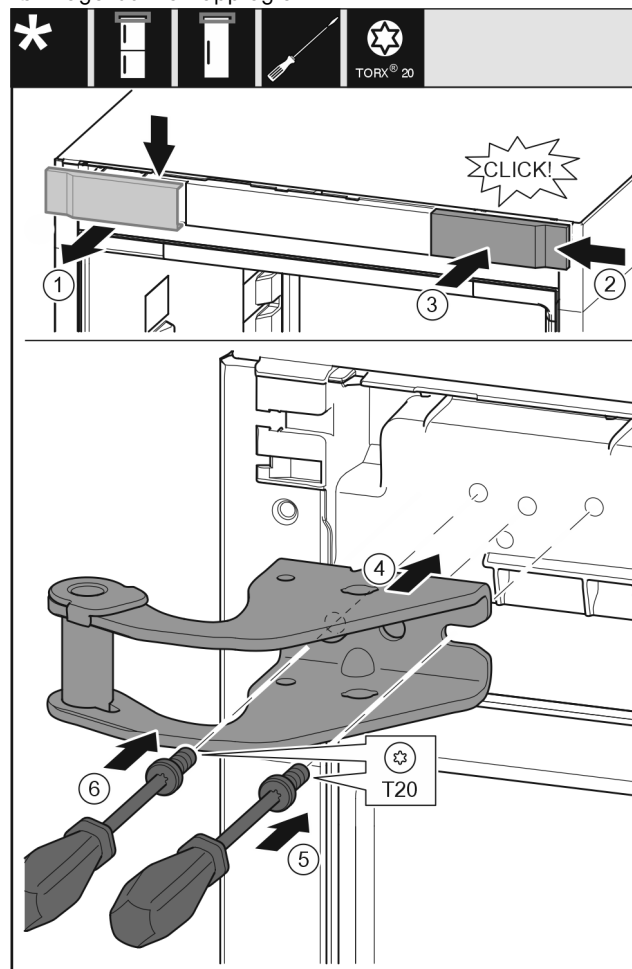

Fig. 11
- ▶ Ta av dekselet ovenfra og fremover. Fig. 11 (1)
- ▶ Monter dekselet fra høyre, dreid 180°, på den andre siden. Fig. 11 (2)
- ▶ La dekselet klikke på plass. Fig. 11 (3)
- ▶ Sett på den øvre lagerbukken. Fig. 11 (4)
- ▶ Sett skruen på og skru den fast med skrutrekker T20. Fig. 11 (5)
- ▶ Sett skruen på og skru den fast med skrutrekker T20. Fig. 11 (6)